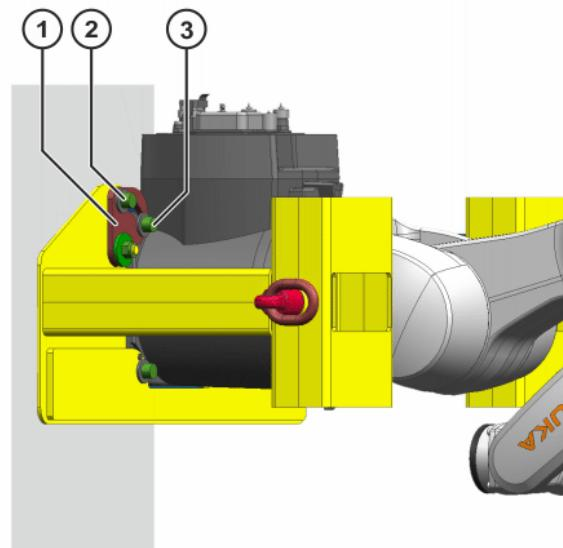

Abb. 10-13: Schwenkhalter positionieren und befestigen
10. Schwenkhalter auf Grundgestell positionieren (>> Abb. 10-13).